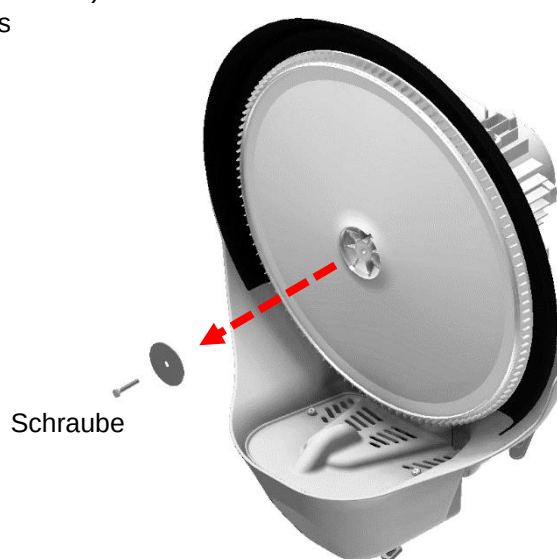

Abb. 4.4.2
- Lösen Sie mit einem Schraubendreher (Inbus 7) die Befestigungsschraube M4x16 der Drehscheibe an der Motorwelle und ihre Unterlegscheibe (Abb. 4.4.2).